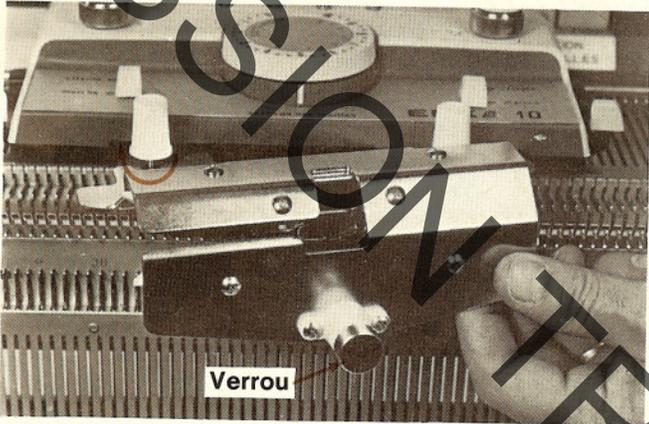

Fig. 14
- Dévisser les deux boutons blancs, glisser à fond l'accoupleur sous les deux boutons et les bloquer en les tournant vers la droite (fig. 14).